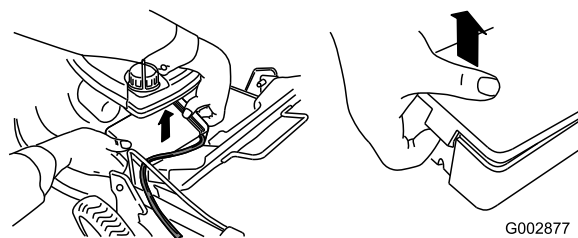

Figura 7
1. Desenganche ambos extremos de la tapa de la batería y retírela (Figura 7).